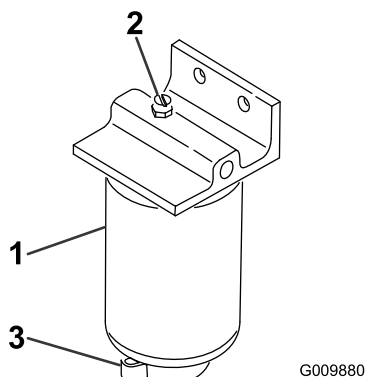

Figura 30
3. Desaperte o tampão de ventilação na parte superior do filtro de combustível/separador de água (Figura 30).